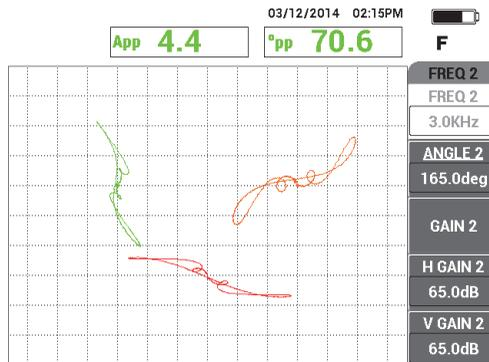

Figura 5-141 La scansione dell'anello di supporto
7. Posizionare la sonda in un'area priva di difetti in prossimità dell'anello di supporto del tubo ed in seguito premere il comando NULL (zero) dell'interruttore a pedale. Scansionare l'anello di supporto e premere il tasto FREEZE (❄) appena terminato (vedere Figura 5-141 a pagina 239).